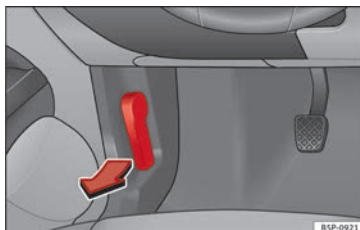

Bild 144 Detalj i fotutrymmet på förarsidan: Spak för upplåsning av motorhuven
- För att öppna motorhuven, dra spaken under instrumentbrädan » **bild 144** i den rikt-